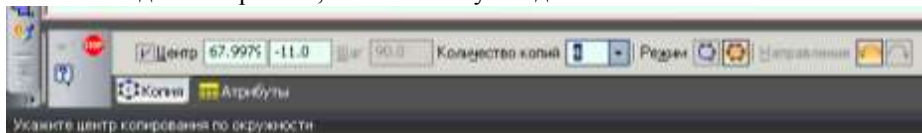

Рисунок 29
- Необходимо построить 3 окружности из точки начала координат, большую окружность построить с осями, а при построении средней необходимо поменять стиль окружности на осевую (см. рисунок 29).